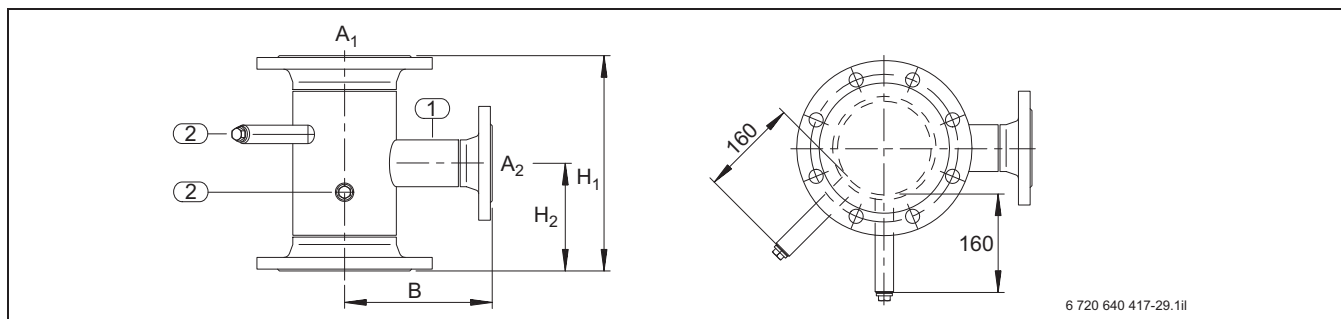

Рис. 71. Размеры промежуточного участка обратной линии для отопительных котлов Logano S825L / L LN и Logano plus SB825L / L LN (размеры в мм)
- Промежуточный участок обратной линии (см. рис. 71, стр. 99) встроен в этот комплект и его дополнительной установки не требуется.